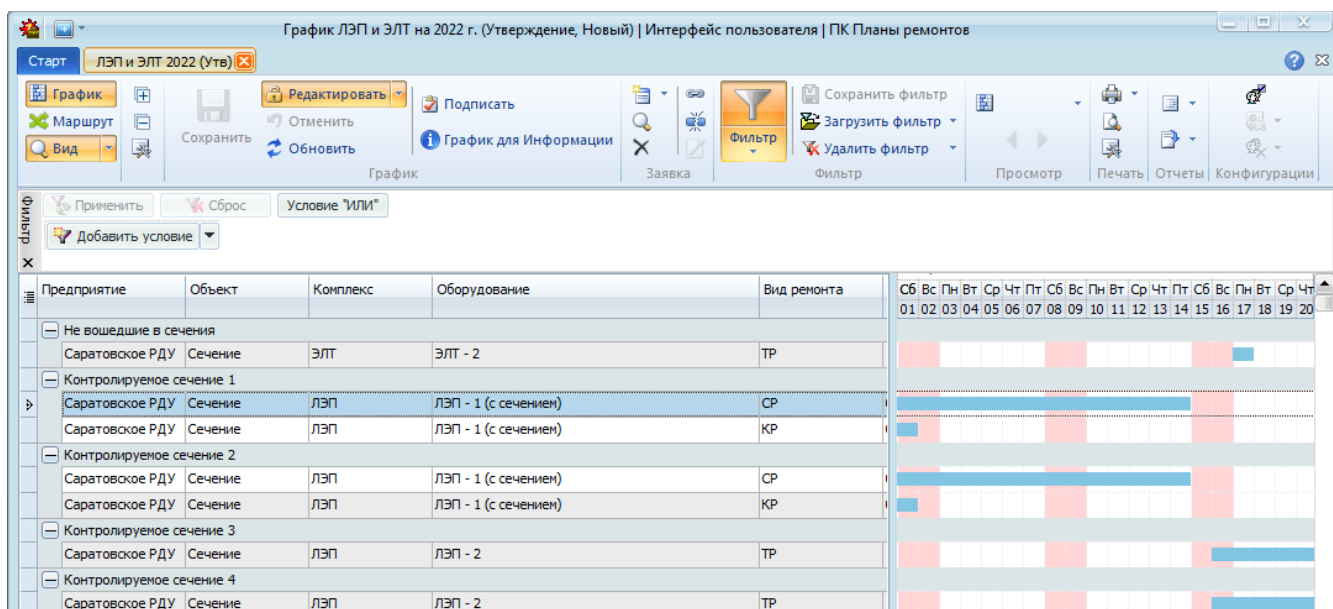

Рисунок 10.47 – Режим просмотра «Контролируемые сечения»
1. При выборе режима отображения «Сечения», содержащиеся в графике заявки группируются в блоки, согласно принадлежности оборудования, к тому или иному сечению, заданной в справочнике «Оборудование» Интерфейса оборудования. Сортировка отображения блоков сечений в табличной части зависит от значения поля «№» в справочнике «Контролируемые сечения» Интерфейса оборудования. Наименование блоков сечений соответствует полю «Наименование» из справочника «Контролируемые сечения» (Рисунок 10.47). Заявки на оборудование, принадлежащее нескольким сечениям дублируются и отображаются в каждом блоке соответствующего сечения. Заявки на оборудование, не имеющие принадлежности к сечению отображаются в отдельном блоке «Не вошедшие в сечения».